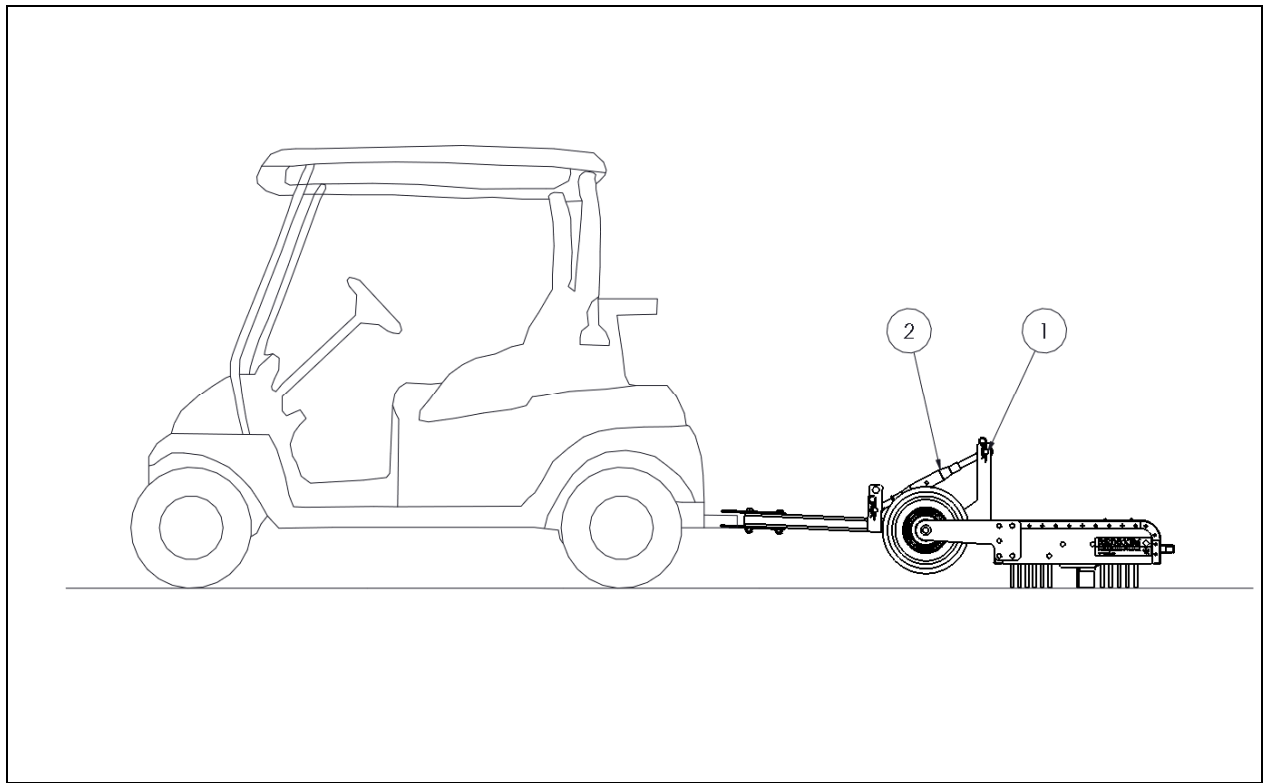

Fig. 9
4. Til de topstang (2) op en monteer deze met pen (1) . (zie Fig 9)
5. Stel nu de topstang (2) zo af dat de machine vlak op de grond staat en de machine geen druk uit oefent op het voertuig.